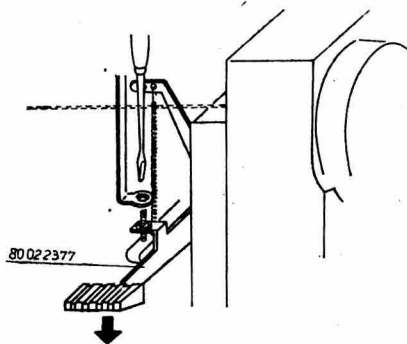

Fig. 11
- Appuyer sur la touche pour arrêter la couture, laquelle devra alors rester dans cette position et procéder ensuite à l'ajustage au moyen de la vis sans tête (Fig. 11).